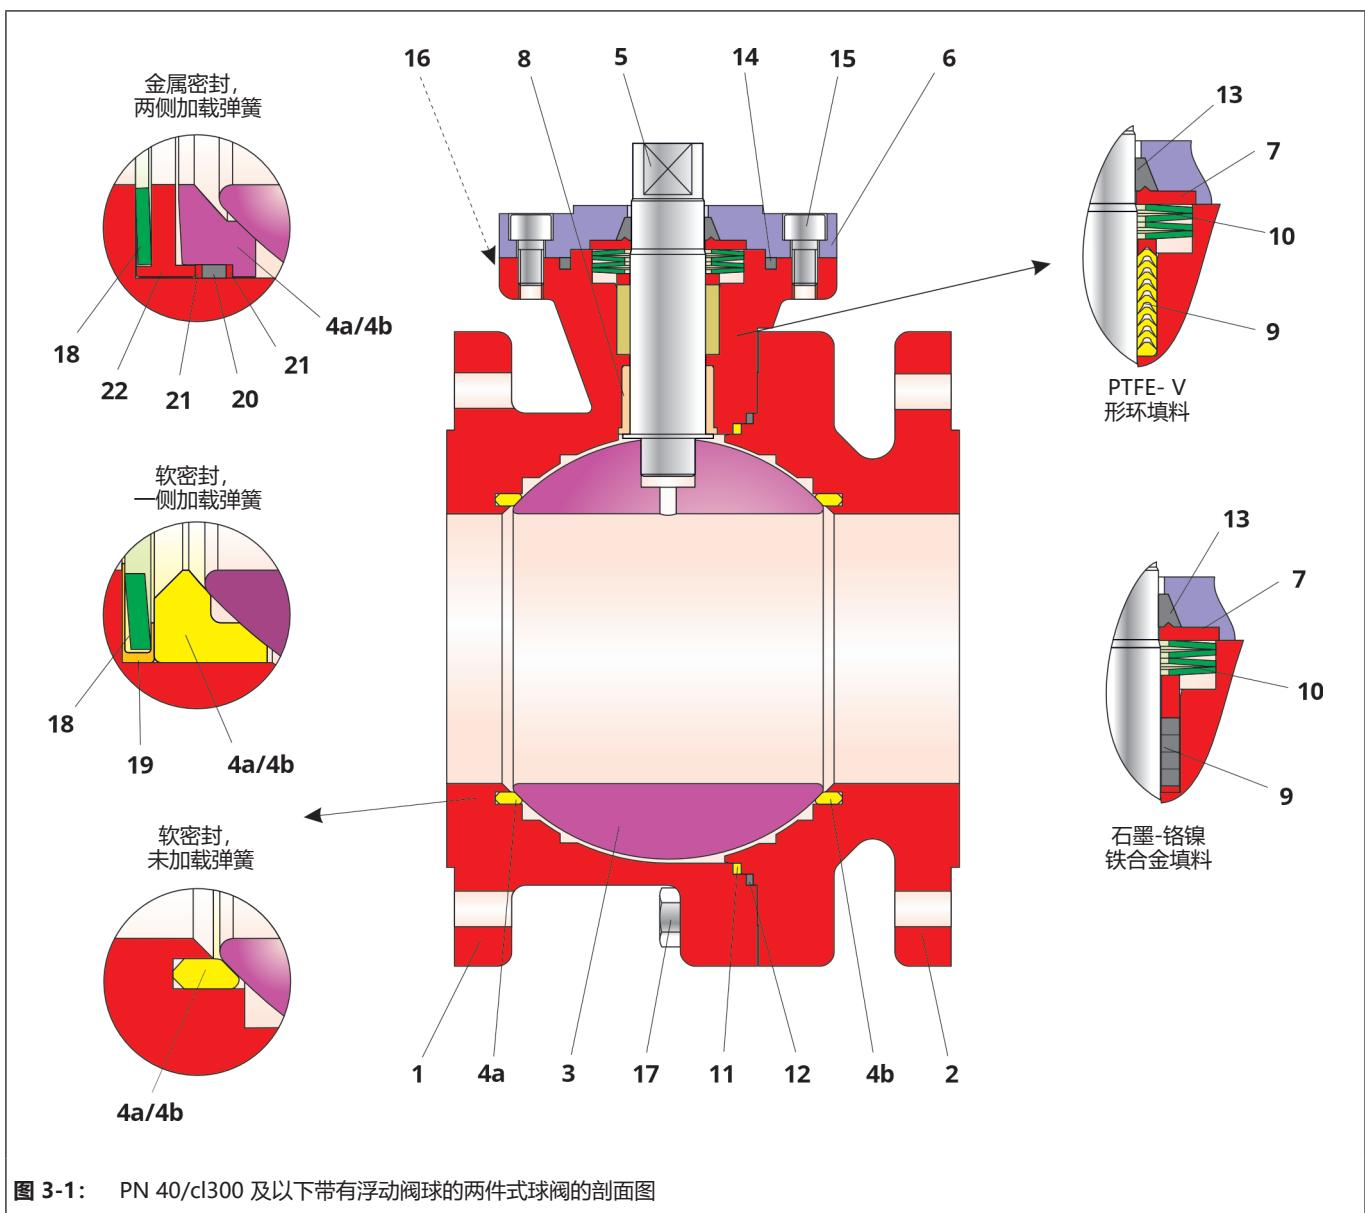

图 3-1: PN 40/cl300 及以下带有浮动阀球的两件式球阀的剖面图
在组装期间必须遵守图 3-1 中所示各个部件的位置和排布。
- ⇒ 以轻微旋转运动推动 V 形环填料 (9) 经过预组装控制轴 (5)，并将其插入主阀体 (1) 的填料空间。有关 V 形环的排布，请参见图 3-1。
- ⇒ 以轻微旋转运动推动 石墨填料 (9) 经过预组装控制轴 (5)，并将其插入主阀体 (1) 的填料空间。有关 V 形环的排布，请参见图 3-1。
- ⇒ 将盘簧组 (10) 放在填料 (9) 上。有关盘簧的排布，请参见图 3-1。
- ⇒ 推动衬套 (7) 经过控制轴 (5)，以使其停靠在盘簧 (10) 上。
- ⇒ 小心向上推动碳石墨环 (13) 经过控制轴 (5)，直抵衬套 (7)。
- ⇒ 将碳石墨环 (14) 插入填料箱法兰 (6) 的沟槽。
- ⇒ 将填料箱法兰 (6) 穿过控制轴 (5) 放到主阀体 (1) 上。
- ⇒ 轻轻润滑螺钉 (15)。
- ⇒ 用螺钉 (15) 均匀调整填料箱法兰 (6) 并以交叉方式拧紧。